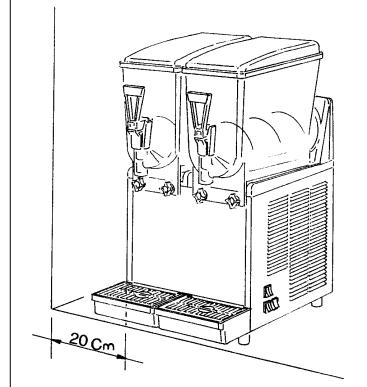

Fig. 2
- fare in modo che la carrozzeria della macchina sia ben aerata ed evitare di installarla vicino a punti di calore; si consiglia temperatura ambiente tra i 15 e 25 gradi c (vedi fig. 2).